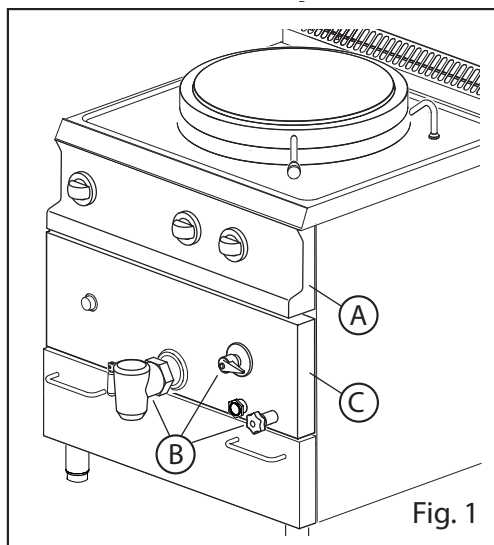

Fig. 1
- Den Ablasshahn des Kessels sowie den Befüll- und den Kontrollhahn der Ummantelung entfernen (Abb. 1/B)
- Die mittlere Blende entfernen (Abb. 1/C)
1. Die Blende, die Drehknöpfe (Abb. 1/A) und die Blende (Abb. 1/B)